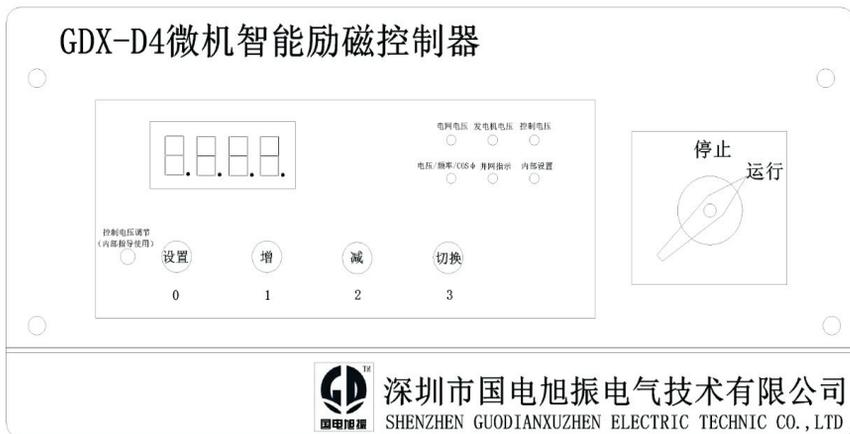

图 4（面板图）
- (2)、在“内部设置”指示灯闪烁时输入密码：1213（图4面板图上有标注）
- (3)、用《切换》键循环递增参数序号，直至数码管闪烁显示你要设置的参数6。
- (4)、用《增》、《减》键修改参数6的值，然后再按《切换》键进入参数6b，用《增》、《减》键修改参数6b的值（按此方法可修改其他参数的值）。
- (5)、在下面的参数设置表中标明为内部参数，由于参数重要，为了避免控制器错乱工作，请不要对内部参数进行修改。
- (6)、停止操作8秒后自动退出参数设置状态（或持续按《设置》键1秒后也能退出）并存储修改后的参数，参数修改后即可等待并网。